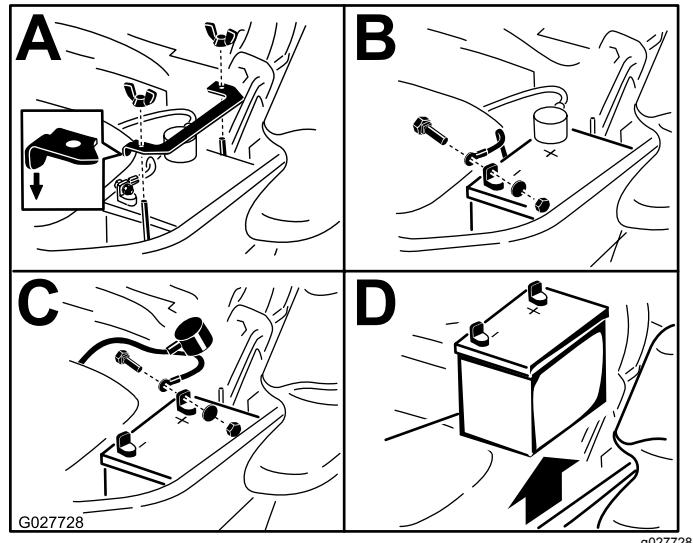

Figure 60
3. Retirez la batterie, comme montré à la Figure 60.
Remarque: Placez la batterie dans son support en tournant les bornes à l'opposé du réservoir hydraulique (Figure 60).